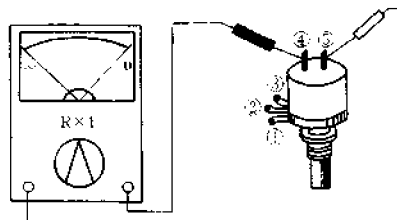

图 4-15 检测电位器的开关
如图 4-15 所示。对于带有开关的电位器,检查时可用万用表的  $R \times 1$  挡测量①、⑤两焊片间的通、断情况是否正常。旋转电位器的轴柄,使开关一“开”一“关”,观察万用表指针是否“通”或“断”。要“开”、“关”多次,并观察是否每次都反应正确。若在“开”的位置,电阻值不为零,说明内部开关触点接触不良;若在“关”的位置,电阻值不为  $\infty$ ,说明内部开关失控。